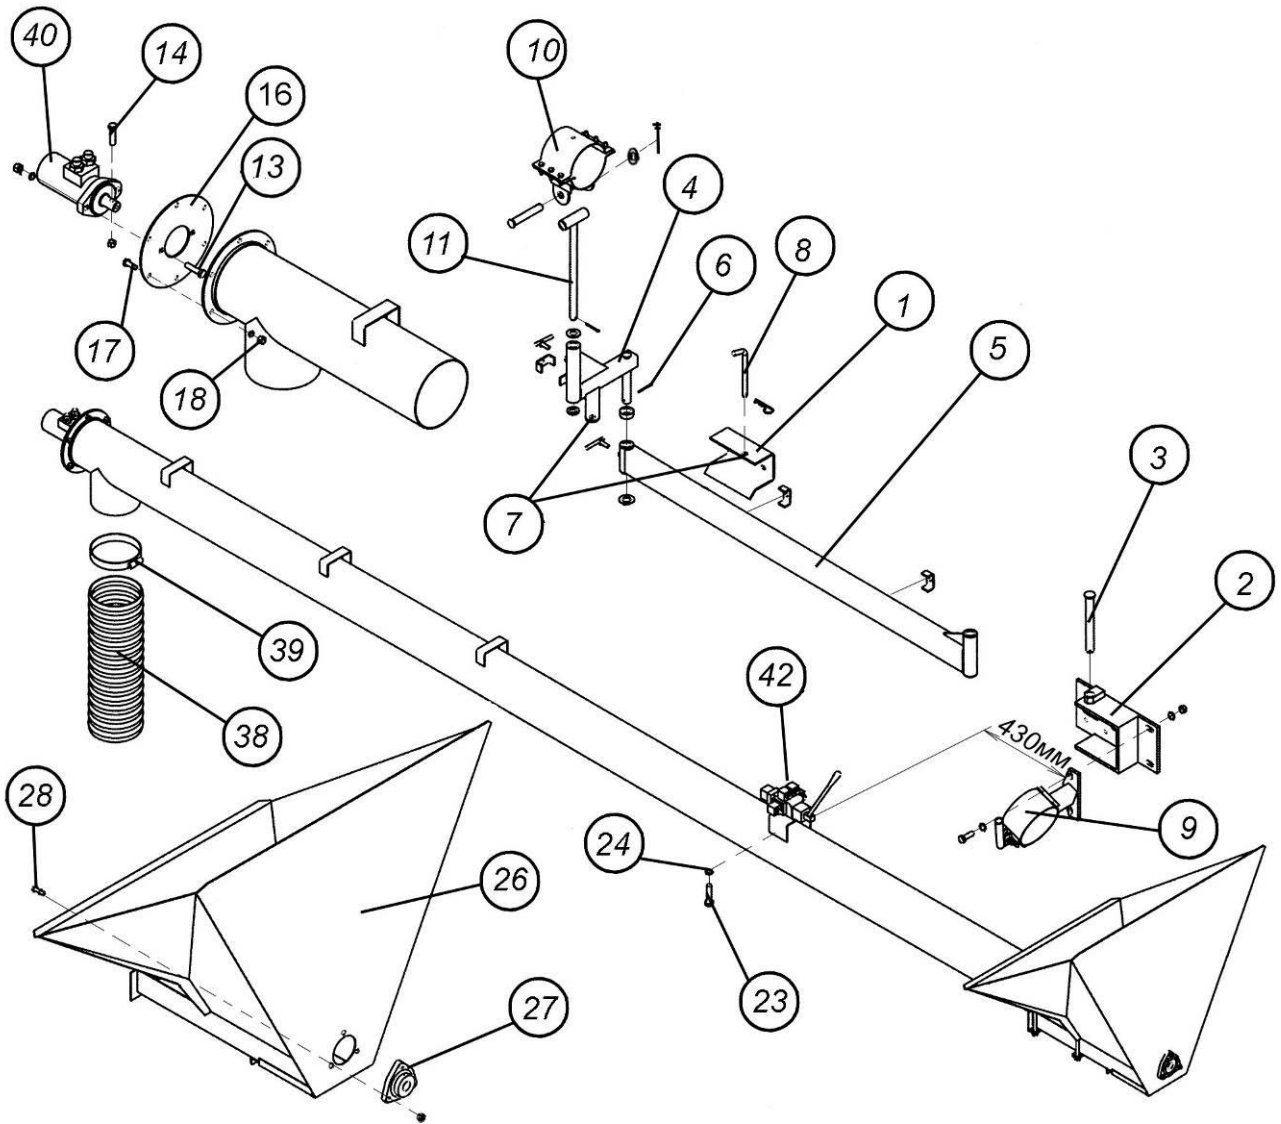
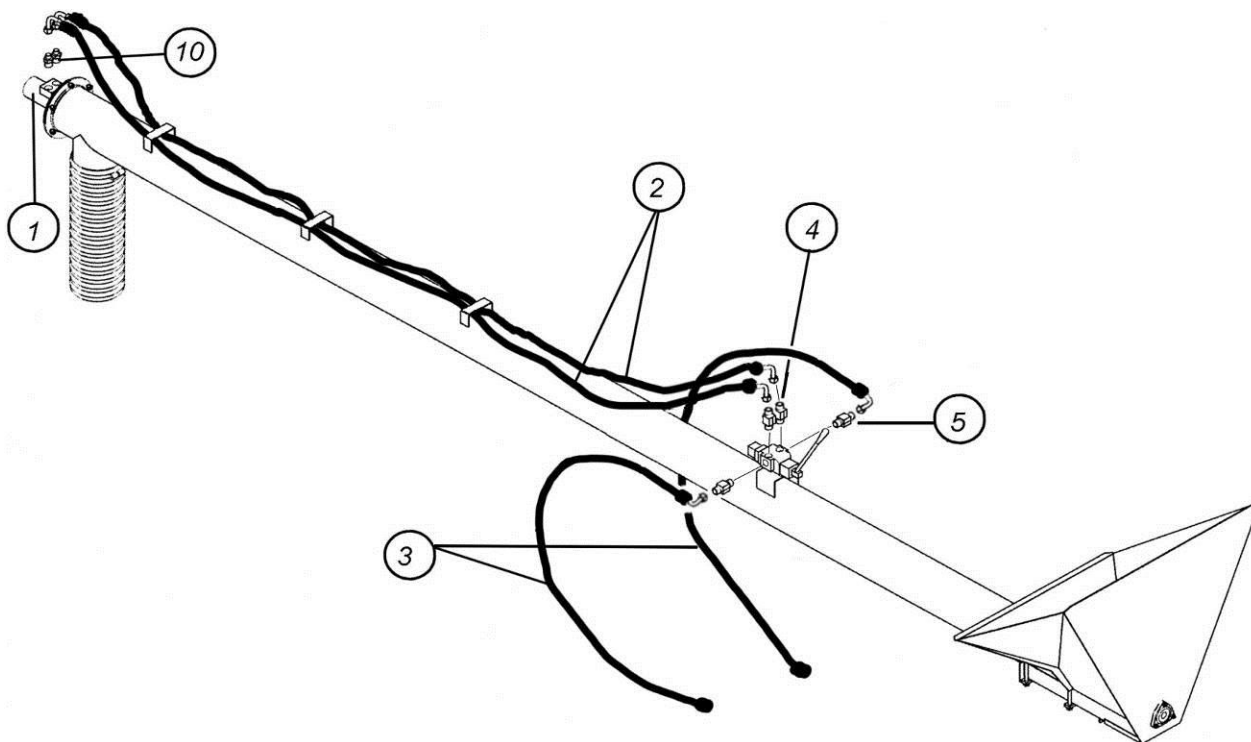

Рис. 5.2.1. Сборка и крепление шнека к бункеру
Рис. 5.2.2. Гидросистема шнека
5.2.1. Закрепите кронштейн 1 (рис. 5.2.1) на установочную пластину на левой стенке бункера четырьмя болтами (M12x25), гайками и шайбами пружинными. Крепление предварительное, туго не затягивать.
Вверните в боковые и верхние отверстия крана-распределителя штуцеры 4 (2 шт.) и 5 (2 шт.) соответственно (боковые штуцеры имеют больший диаметр, чем верхние) (рис. 5.2.2). Соединения уплотните двумя-тремя витками тефлоновой ленты, поставляемой с изделием.
Соедините гидрошлангами 2 (рис.5.2.2) верхние штуцеры (1/2" x M20) крана-распределителя с гидромотором. В гидромотор предварительно вкрутите переходники 10. Шланги пропустите в приваренные на трубе шнека кронштейны. Два других шланга 3 подсоедините к боковым штуцерам (3/4" x M20) на кране-распределителе и пропустите под трубой шнека, закрепите шланги на кронштейне 4 и балке 5 с помощью кронштейнов для крепления шлангов 12 (рис.5.2.1).
Закрепите гофрированный шланг 38 на трубе шнека хомутом 39 (рис. 5.2.1).
5.2.8. Установите шнек в сборе на бункер, зажав его хомутами 9 и 10 (см. рис. 5.2.1) и выдержав размер 430 мм между передним краем хомута 9 и кронштейном на трубе шнека, на который устанавливается кран-распределитель. Это позволит легко управлять шнеком благодаря равномерному распределению его веса.